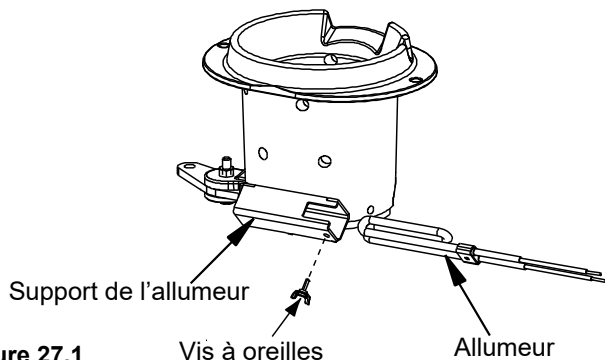

Figure 27.1
2. Les fils de l'allumeur sont connectés au faisceau de câbles au moyen de cosse rectangulaires mâles/femelles de 6 mm (1/4 po). Tirez sur ces fils pour qu'ils dépassent de 102 à 127 mm (4 à 5 po) de l'œillet à l'arrière du logement du tiroir à cendres. Déconnectez les cosse rectangulaires et sortez l'allumeur du logement. Desserrez la vis à oreilles et sortez l'allumeur (**Figure 27.1**).